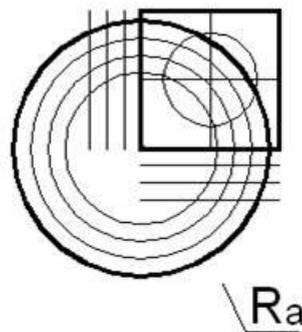

Рис. 71. Создание подобий окружности  $b$
6. Создайте подобие окружности  $b$  с помощью команды **Подобие**. Расположите копии окружности  $b$ , с интервалом 15мм (см. рисунок 71).